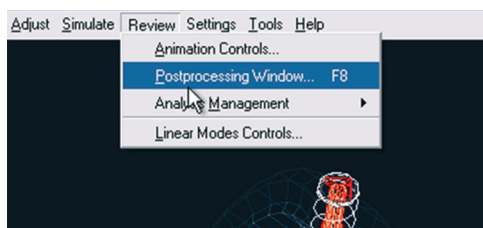

Figura 4.200 – Alternando para o ambiente de trabalho *Postprocessing*..
- Inicie o ADAMS/PostProcessor. Acesse o menu *Review* → *Postprocessing Window*, ou pela tecla F8 (Figura 4.200).